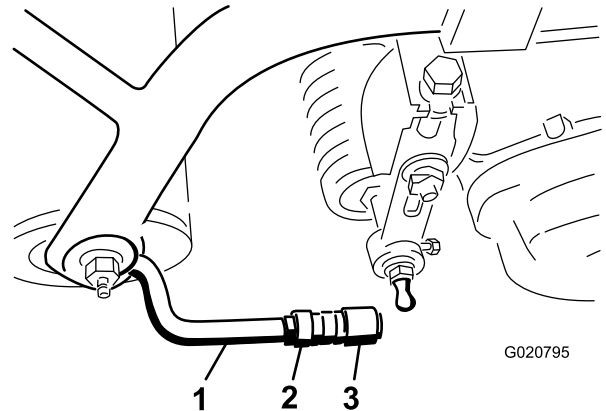

Figure 9
5. Placez les douilles de rotule de sorte que le côté ouvert soit centré vers la tige de rotule, puis serrez les écrous de blocage pour fixer les douilles en position (Figure 9).